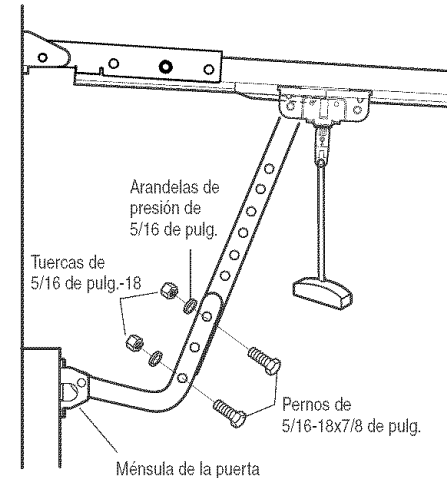

Figura 2
Si el tipo de instalación de su cochera no requiere refuerzos verticales, pero sí necesita los orificios para los sujetadores de la ménsula, taladre y fíjelos como se muestra en la Figura 2.
- **Figura 2:**